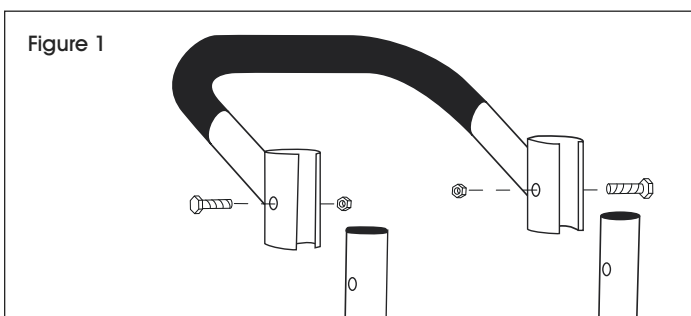

Figure 1
1. Insérez la poignée dans les montants supérieurs du cadre. Alignez les trous de la poignée et du cadre. Insérez deux boulons de 6 mm à travers la poignée et le cadre et fixez-les à l'aide d'écrous freinés. (Voir Figure 1)